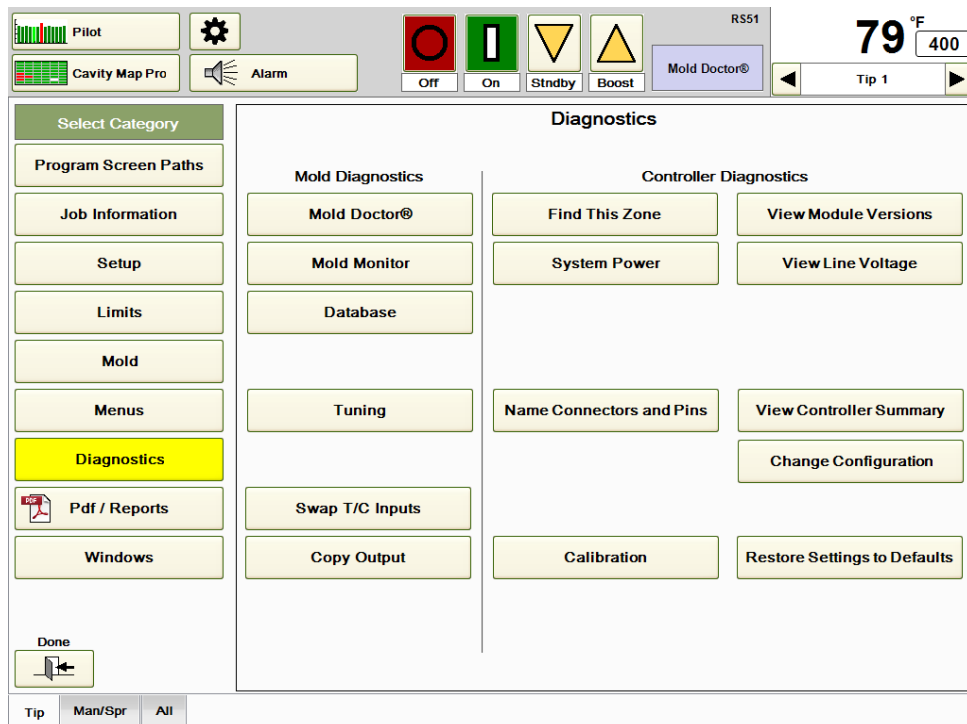
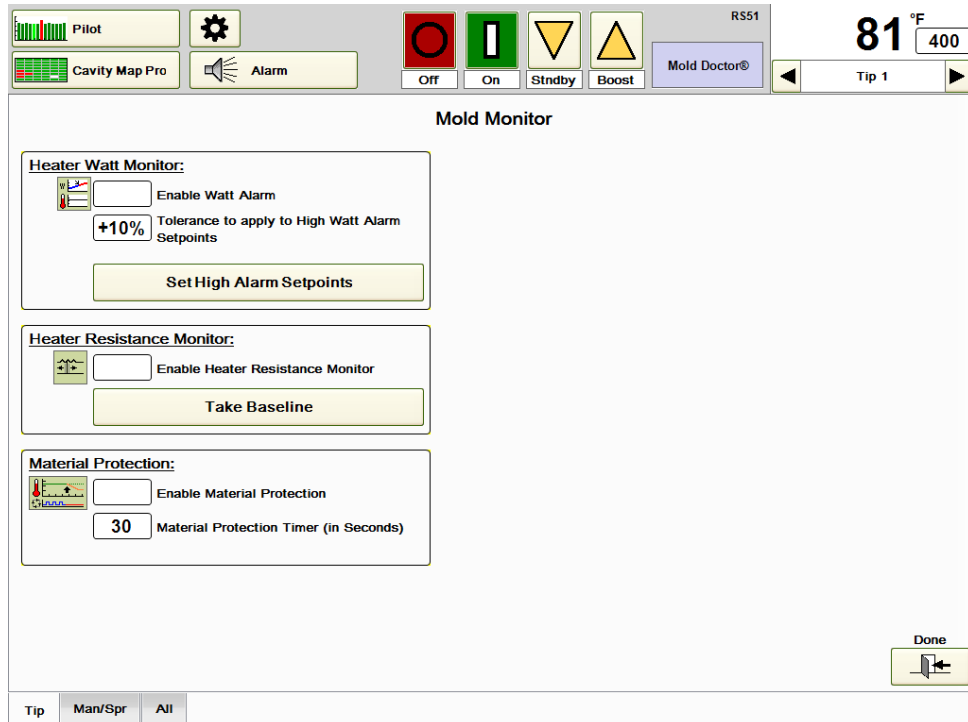

Abbildung 19a Diagnose
Abbildung 19b Form-Überwachung
Drücken Sie die Taste **Formüberwachung** aus Abbildung 19a, um den in Abbildung 19b gezeigten Formüberwachungsbildschirm aufzurufen. Einstellung des Watt-Alarms:
- 3) Geben Sie die gewünschte Timer-Einstellung im Feld **Materialschutz-Timer** ein. Mit dieser Einstellung wird festgelegt, wie lange das Signal von der Spritzgussmaschine unterbrochen sein muss, damit die Zonen abgeschaltet werden. Wenn beispielsweise, wie in Abbildung 19b dargestellt, 30 Sekunden verwendet werden, schaltet die Gruppe Remote-Standby auf Standby, wenn der HPS-C-PRO⁺ 30 Sekunden lang kein Signal von der Maschine empfängt. Der Timer beginnt erst zu laufen, wenn alle Untertemperaturalarne nach dem Einschalten quitiert wurden. Läuft der Timer ab, so muss er durch Drücken der Taste **Materialschutz-Alarm** (Abschnitt 7) auf dem